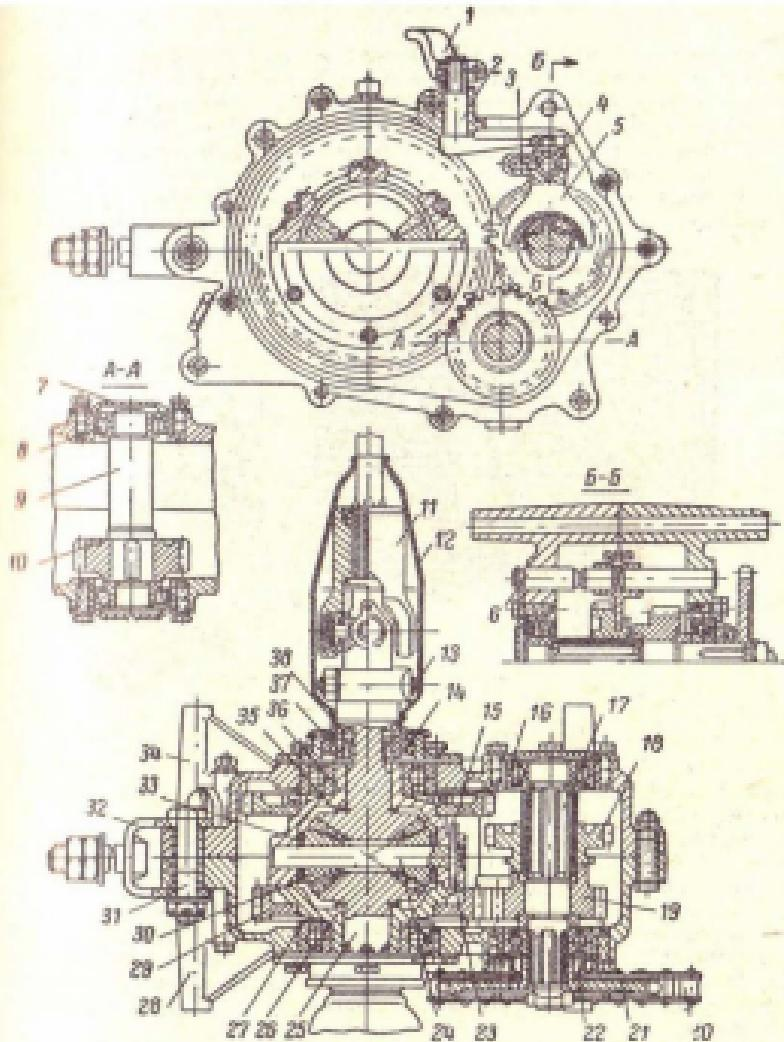

Рис. 155. Главная передача моторогледера ТГ-200:
**Главная передача.** Главная передача и дифференциал (рис. 155) объединены в один узел и работают в масляной ванне. Две поло-